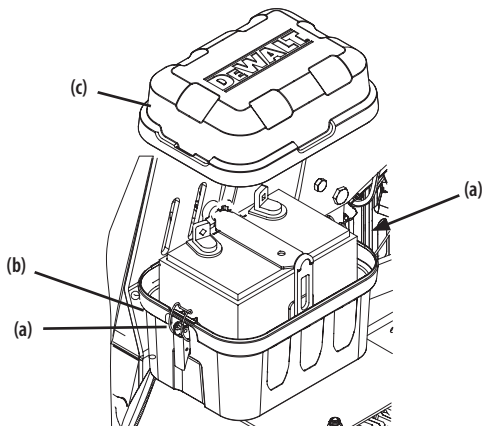

Figura 5
1. Suelte las dos trabas que sujetan la tapa de la batería (a) a la caja de la batería (b) y quite la tapa de la caja de la batería (c). Consulte la Figura 5.